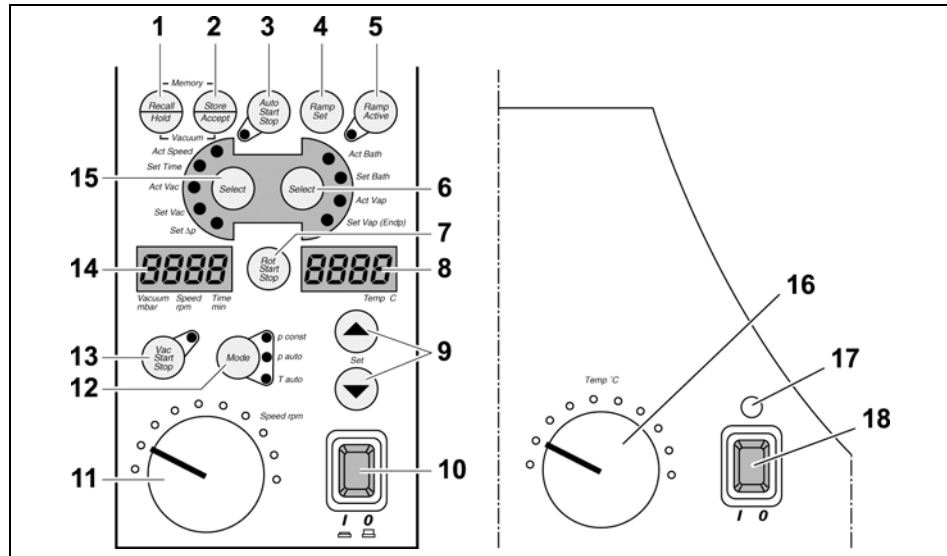

Fig. 6-1: Panel de mando Equipo básico / Baño calefactor
- ✓ El evaporador rotativo está listo para funcionar y se ha encendido mediante el interruptor de red del equipo básico (Fig. 6-1 (10)).
En caso de temperaturas nominales superiores a 100 °C, aparece durante un segundo en la pantalla del baño calefactor (Fig. 6-1 (8)) la indicación: **OIL**.
1. Encender el baño calefactor pulsando el interruptor de red del baño calefactor (Fig. 6-1 (18)).
El interruptor de red del baño calefactor (Fig. 6-1 (18)) se ilumina en verde.
2. Mediante el botón giratorio del baño calefactor (Fig. 6-1 (16)), ajustar la temperatura al menos 20 °C más alta que la temperatura nominal.
3. Pulsar la tecla **Select** (Fig. 6-1 (6)) hasta que se ilumine el LED **Set Bath**.
4. Ajustar el valor nominal con las teclas de flechas (Fig. 6-1 (9)).
En la pantalla (Fig. 6-1 (8)) se presenta la temperatura nominal. Después de 5 segundos aparece el valor real en la pantalla y el LED **Act Bath** se ilumina.
La lámpara de control iluminada amarilla del baño de control (Fig. 6-1 (17)) encima del interruptor de red del baño calefactor (Fig. 6-1 (18)) indica que el baño calefactor se encuentra en la fase de calentamiento.
→ Pulsar la tecla **Select** (Fig. 6-1 (6)) hasta que se ilumine el LED **Act Vap**.
La temperatura de ebullición se visualiza en la pantalla (Fig. 6-1 (8)).
→ Pulsar la tecla **Vac Start Stop** (Fig. 6-1 (13)).
El LED junto a la tecla **Vac Start Stop** (Fig. 6-1 (13)) se ilumina tras el encendido.
Pulsando nuevamente la tecla **Vac Start Stop** (Fig. 6-1 (13)), el equipo desconecta de nuevo la regulación de vacío.
En el ROTAVAC vario control no es necesario ajustar un valor para Δp . En la pantalla (Fig. 6-1 (14)) se visualiza en **Set Δp : ----**. La regulación de vacío se realiza a través del número de revoluciones de la bomba.
1. Pulsar la tecla **Mode** (Fig. 6-1 (12)) hasta que se ilumine el LED **Mode p const.**
2. Pulsar la tecla **Select** (Fig. 6-1 (15)) hasta que se ilumine el LED **Set Vac.**
3. Ajustar el vacío deseado mediante las teclas de flechas (Fig. 6-1 (9)).
El vacío nominal se muestra en la pantalla (Fig. 6-1 (14)).
4. Pulsar la tecla **Select** (Fig. 6-1 (15)) hasta que se ilumine el LED **Set Δp.**
5. Ajustar mediante las teclas de flechas (Fig. 6-1 (9)) la diferencia de conmutación (histéresis) Δp deseada.
1. Pulsar la tecla **Mode** (Fig. 6-1 (12)) hasta que se ilumine el LED **Mode T auto.**
2. Pulsar la tecla **Select** (Fig. 6-1 (6)) hasta que se ilumine el LED **Act Vap.**
4. Pulsar la tecla **Select** (Fig. 6-1 (6)) hasta que se ilumine el LED **Set Vap.**
5. Ajustar la temperatura nominal deseada mediante las teclas de flechas (Fig. 6-1 (9)).
La temperatura nominal se visualiza en la pantalla (Fig. 6-1 (8)).
Después de cinco segundos aparece **Endp** en la pantalla (Fig. 6-1 (14)).
6. Mediante las teclas de flechas (Fig. 6-1 (9)) ajustar la presión final deseada tras la cual se debe interrumpir la destilación.
La presión final ajustada se presenta en la pantalla (Fig. 6-1 (8)).